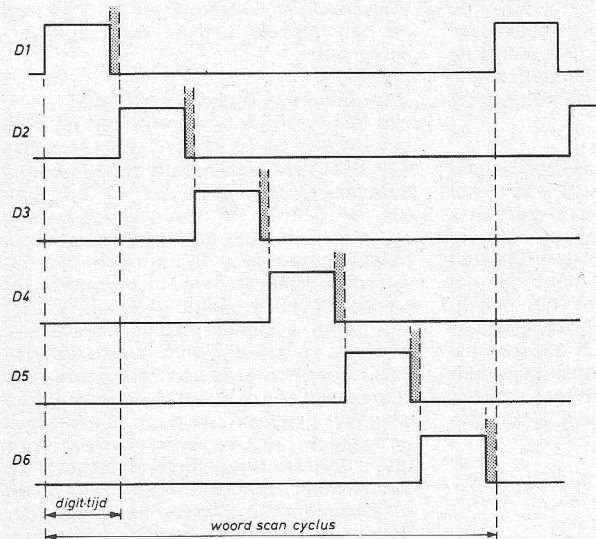

Fig. 1 (links). Gedurende de gearceerde tijdsintervallen zijn alle digits gedooft.
- a. de display en hebben hier een „digit enable” functie, (fig. 1).
Ter voorkoming van het inlezen van foute informatie tijdens en kort na het indrukken van een toets, tengevolge van door de toets gegenereerde ruis, is in de MM5736 een voorziening getroffen welke „debounce” wordt genoemd. Het signaal van een gedrukte toets wordt eerst na een wel gedefinieerde tijd ( $t_1$ ) door het chip overgenomen. Gedurende deze tijd ( $t_1$ ) moet het ingangssignaal constant blijven. Deze tijd  $t_1$  is gelijk aan 8 woord scan cycli. Een woord scan cyclus is de tijd die nodig is om 1 maal alle 6 digits te doen oplichten. (fig. 1).